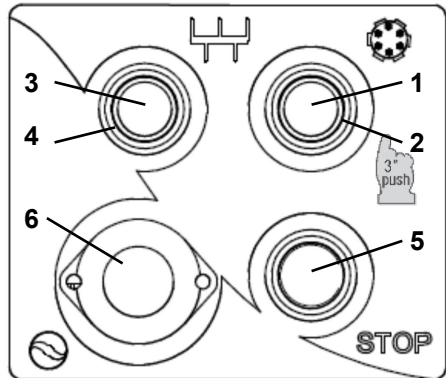
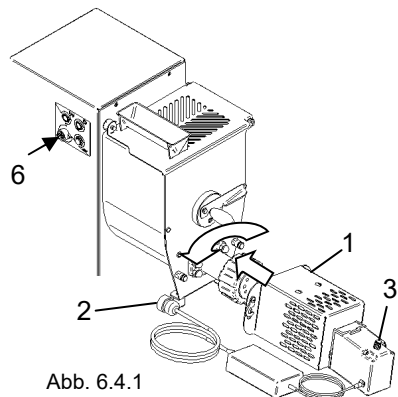

Abb. 3.1.1
Abb. 6.4.1
1 - Starttaste Rührer (1 Abb. 3.1.1)
2 - Durch Drücken dieser Taste, leuchtet die LED (2 Abb. 3.1.1), die über die gesamte Verarbeitungszeit im Rührmodus an bleibt.
3 - Starttaste Pressen (3 Abb. 3.1.1)
(4 Abb. 3.1.1) über die gesamte Verarbeitungszeit im Press-Modus an bleibt.
Schließen Sie den Stecker an die Netzsteckdose an und drücken Sie die Starttaste (3 Abb. 3.1.1). Die Maschine ist in der Betriebsart Pressen aktiviert, prüfen Sie, ob die Drehrichtung gegen den Uhrzeigersinn ist. Wenn die Drehrichtung anders ist, trennen Sie die Maschine von der Stromversorgung und wenden Sie sich an Ihren Lieferanten.
5.3 - Prüfung Effizienz der Stopptaste (5 Abb. 3.1.1)
Bei Maschinen angeschlossen an das Netzwerk und Werkzeug in Bewegung, die Stopptaste drücken (5 Abb. 3.1.1). Die Maschine muss stoppen.
5.4 - Start der Maschine (1 oder 3 Abb. 3.1.1)
Nachdem die Maschine korrekt an das Stromversorgungsnetz angeschlossen wurden, zum Starten die Teigtaste (1 Abb. 3.1.1) oder Pressen (3 Abb. 3.1.1) drücken, und die Maschine startet.
5.5 - Stopp der Maschine (Abb. 3.1.1)
Um die Maschine zu stoppen, drücken Sie die Stopp-Taste, „5“ Abb. 3.1.1.
3. Starten Sie die Maschine in Misch-Modus über die Taste „1“ (Abb. 3.1.1)
1. Die Anwendung Teigschneider „1“ (Abb. 6.4.1) an den vorderen Zapfen der Nudelmaschine befestigen.
2. Den Stecker „2“ (Abb. 6.4.1) mit dem Anschluss „6“ (Abb. 3.1.1) verbinden.
4. Die Geschwindigkeit des Teigschneiders am Potentiometer „3“ (Abb. 6.4.1) einstellen, um die gewünschte Teiglänge zu schneiden.